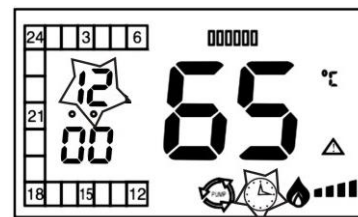

Рис.5
7. Подключить комнатный регулятор температуры при помощи двухжильного провода 2x0,75мм² к клеммам котла(рис.5).